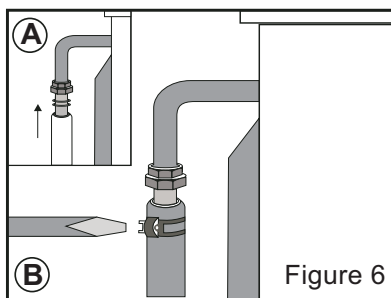

Figure 6
Le technicien devra tout d'abord vérifier le réglage gaz de votre cuisinière. Si elle est livrée en gaz naturel, il devra changer les injecteurs (voir ci-dessous) pour la rendre utilisable en gaz butane. L'installation doit être faite avec un tuyau gaz spécifique butane/propane vendu avec 2 colliers, l'embout gaz butane avec le joint sera installé sur la cuisinière, le tuyau sera enfoncé à fond sur cet embout et un collier sera installé en serrant correctement, mais sans couper le tuyau. Faire de même côté détenteur (voir fig. 6).
- A l'aide d'un tournevis très fin, vissez ou dévissez la vis de réglage, afin que la flamme du brûleur soit correctement le minimum (Figure 6).